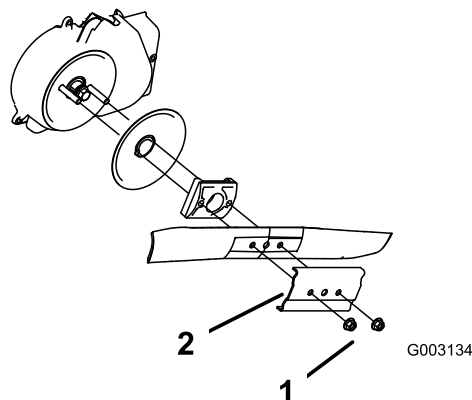

Figure 40
3. Retire las 2 tuercas de la cuchilla y el refuerzo (Figure 40).
4. Retire la cuchilla (Figure 40).
5. Instale la cuchilla nueva (Figure 40).